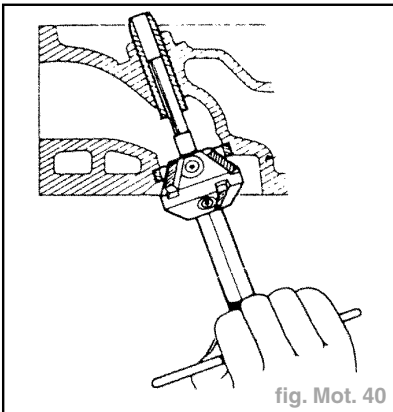

fig. Mot. 40
- Tourner la clé en effectuant une légère pression, afin d'obtenir une portée de soupape (1) correcte (fig. Mot. 40 et 41).